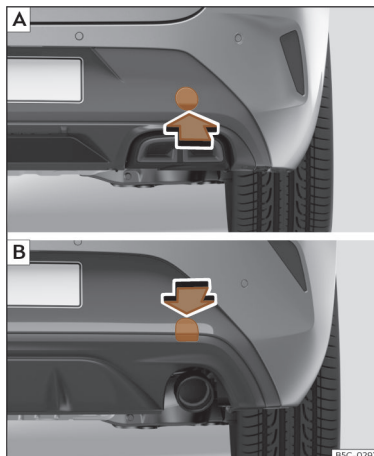

Fig. 221 No lado direito do para-choques traseiro: retirar a tampa. [A] Leon Sportstourer; [B] Leon.
O alojamento para a argola de reboque enroscável encontra-se na parte direita do para-choques traseiro, atrás de uma tampa >>> Fig. 221.
- *Leon Sportstourer*: Pressione sobre a zona inferior da tampa >>> Fig. 221 A para desencaixá-la.
- *Leon*: Pressione a zona superior da tampa >>> Fig. 221 B para desencaixá-la.
- Enrosque a argola de reboque no alojamento girando-a ao máximo **no sentido contrário ao dos ponteiros do relógio** >>> Fig. 221, >>> Fig. 221. Utilize um objeto adequado com o qual possa enroscar completa e firmemente a argola de reboque no seu alojamento.